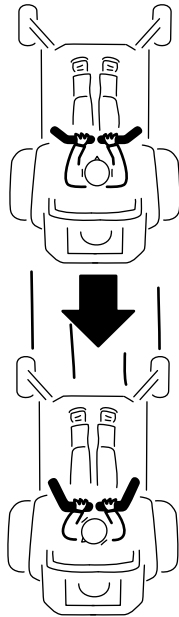

Bild 27
2. Ziehen Sie zum Rückwärtsfahren die Fahrtriebshebel langsam nach hinten (Bild 27).